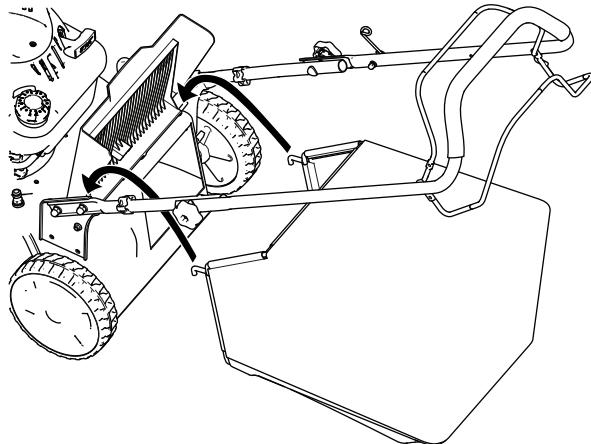

Figura 17
2. Sollevate lo sportello posteriore e tenetelo sollevato (Figura 17).
3. Montate il cesto di raccolta, accertandovi che i suoi perni siano inseriti nelle tacche presenti sulla stegola (Figura 17).
1. Sollevate lo sportello posteriore e tenetelo sollevato (Figura 17).